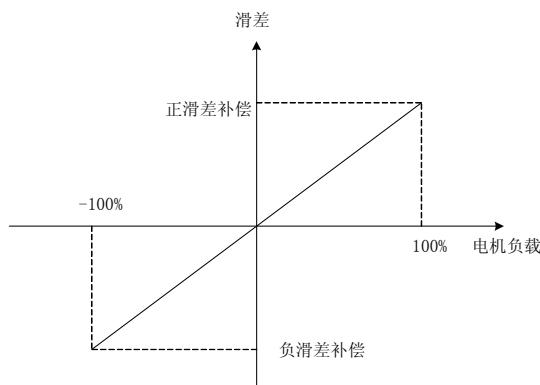

图 8-4 滑差补偿
- 正滑差补偿用于电机电动运行状态，负滑差补偿用于电机制动运行状态，如图 8-4 所示。